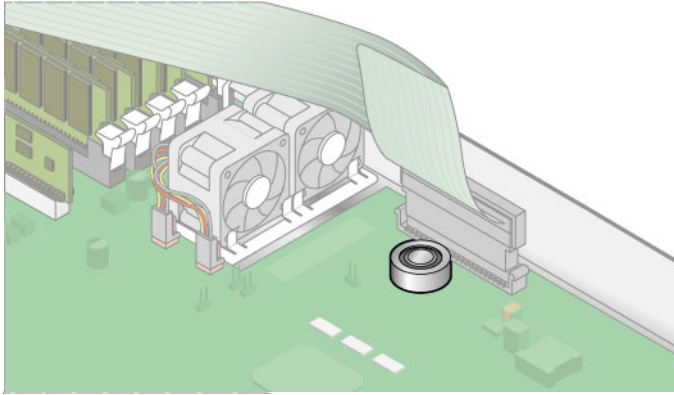

图 3-26 拆除系统电池
2. 向后滑动系统电池并从固定器上将其掀起即可将其拆除（有关它的位置，请参见图 3-26）。